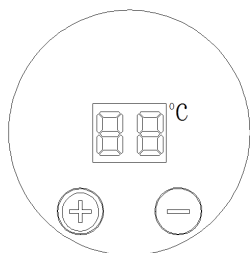

Figure 14
- Appuyez sur n'importe quelle touche pour afficher la température réglée avant la mise hors tension (la température réglée en usine est de 4 °C) (voir Figure 14).